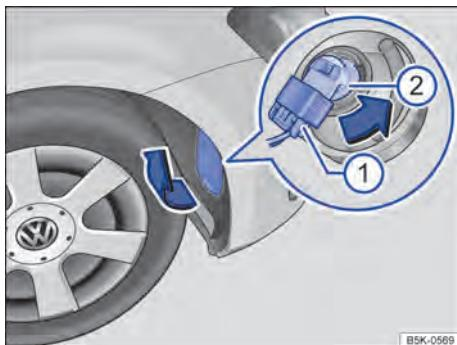

Fig. 218 No protetor da caixa de roda dianteiro direito: substituir a lâmpada incandescente no farol.
3. Se necessário, levantar com cuidado a cobertura no protetor da caixa de roda, no sentido da seta, com a lâmina plana da chave de fenda das ferramentas de bordo ⇒ Fig. 218.
4. Destrarvar e retirar o conector ①.
5. Girar o suporte de lâmpadas ② até o batente no sentido anti-horário (seta) e retirar para trás com a lâmpada incandescente.
8. Encaixar o conector ① no suporte da lâmpada ②. O conector deve encaixar audivelmente.
9. Encaixar a cobertura no protetor da caixa de roda ⇒ Fig. 218.